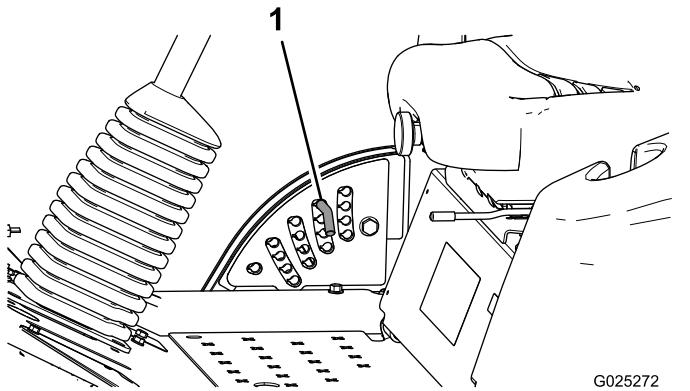

Bild 4
2. Drehen Sie zum Einstellen den Anschlagsstift so lange, bis die Linien am Spannstift mit den Schlitten in den Löchern in der Schnitthöhenhalterung ausgerichtet sind. Nehmen Sie ihn dann ab (**Bild 4**).
3. Wählen Sie ein Loch in der Schnitthöhenhalterung, das der gewünschten Schnitthöhe entspricht, stecken Sie den Stift ein und drehen Sie ihn nach unten, um ihn zu arretieren (**Bild 4**).
Hinweis: Es gibt vier Reihen der Lochpositionen (**Bild 4**). Die oberste Reihe ergibt die Schnitthöhe, die über dem Stift steht. Die zweite Reihe ergibt die Schnitthöhe plus 6 mm. Die dritte Reihe ergibt die Schnitthöhe plus 12 mm. Die unterste Reihe ergibt die Schnitthöhe plus 18 mm. Für die Stellung von 127 mm gibt es nur ein Loch, das in der zweiten Reihe ist. Mit diesem Loch werden nicht 6 mm den 127 mm hinzugefügt.